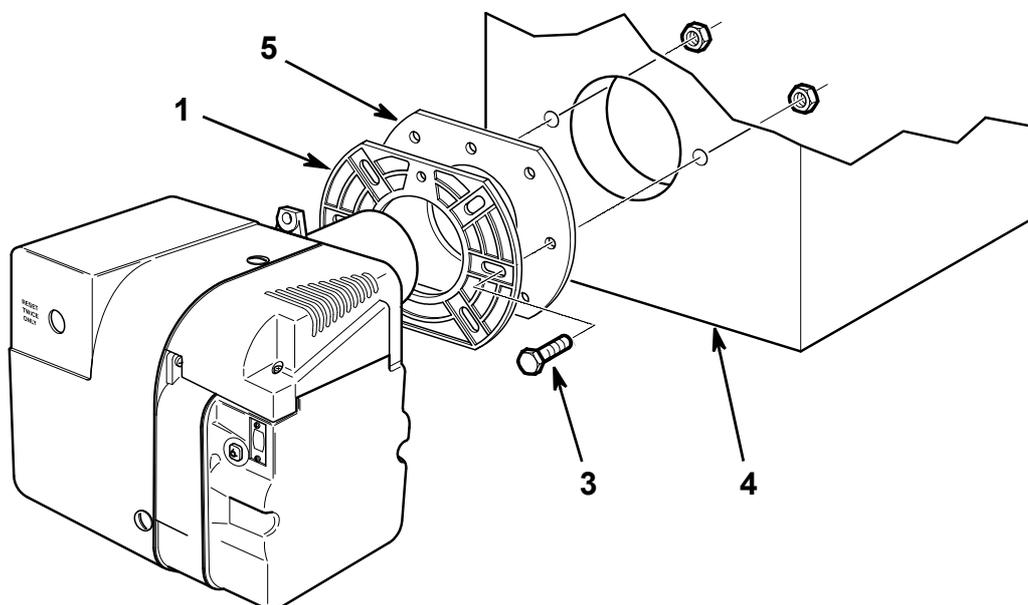

Fig. 8
- Fissare la flangia 1) all'applicazione 4) utilizzando i dadi 3) forniti a corredo e interponendo lo schermo isolante 5) come indicato in Fig. 8.
- Fissare il dado di fissaggio 8)(Fig. 8) sul perno 6).